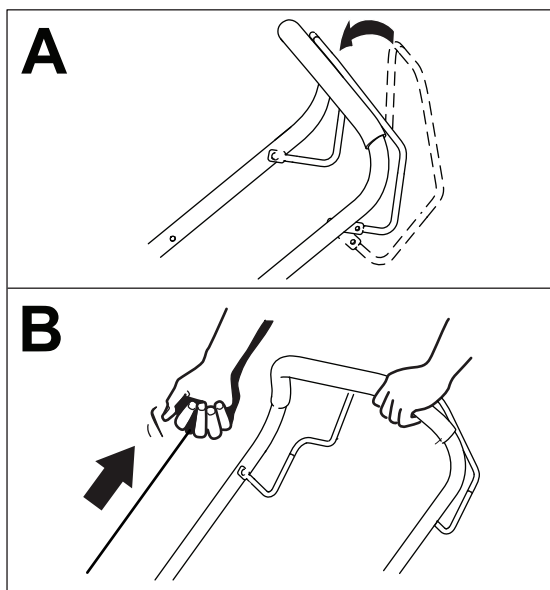

Figure 13
6. Maintenez la barre de commande des lames contre le guidon (A de la Figure 13).
7. Sur le moteur, tirez la poignée du lanceur (B de la Figure 13).